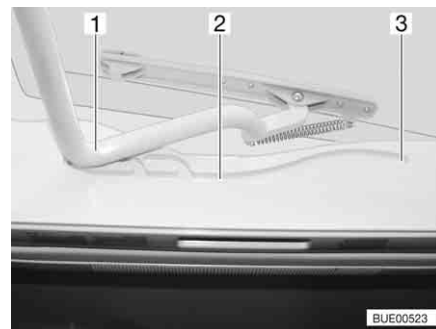

Bild 105 Heki-Dachhaube, Führung
- Den Bügel (Bild 105,1) in den Führungen (Bild 105,2) bis in die hinterste Position (Bild 105,3) ziehen.
- Den Bügel (Bild 105,1) mit beiden Händen leicht nach oben drücken.
- Den Bügel in den Führungen (Bild 105,2) bis zur gewünschten Stellung ziehen.